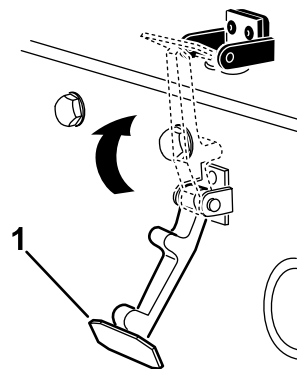

Figura 19
6. Agganciate il fermo sulla relativa staffa (Figura 19).